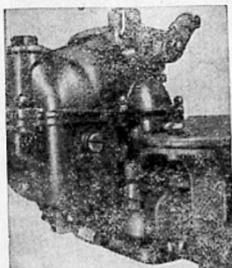

Рис. 139. Пробка контроля уровня топлива в карбюраторе
1. Снимите карбюратор с двигателя, разберите его, очистите и промойте детали, проверьте ограничитель максимальной частоты вращения коленчатого вала двигателя, состояние деталей карбюратора, жиклеры на специальном стенде, проверьте и при необходимости отрегулируйте уровень топлива в поплавковой камере (рис. 139) (весной).